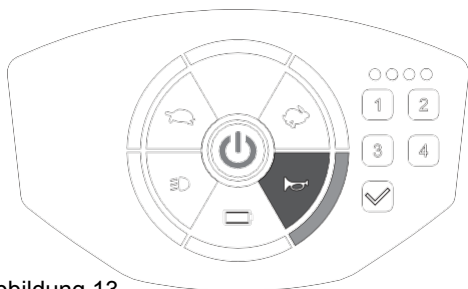

Abbildung 13
- Durch Drücken der Hupentaste aktivieren Sie den Warntonger. Solange Sie die Hupentaste gedrückt halten, ertönt der Warnton und das Licht leuchtet (Abbildung 13).